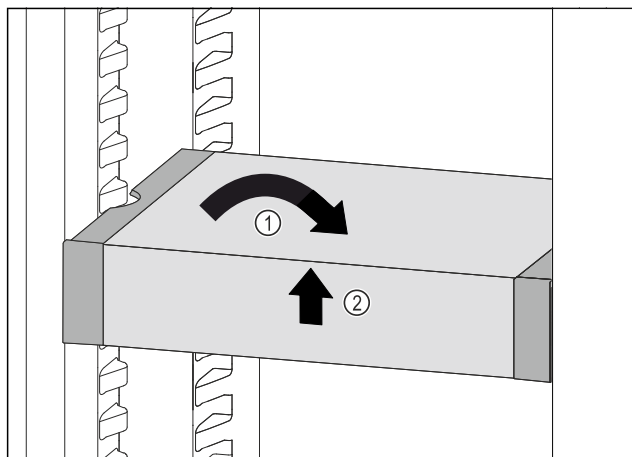

Fig. 130
- ▶ Placer VarioSafe lige, Fig. 130 (1)
- ▶ Løft VarioSafe op foran, Fig. 130 (2)